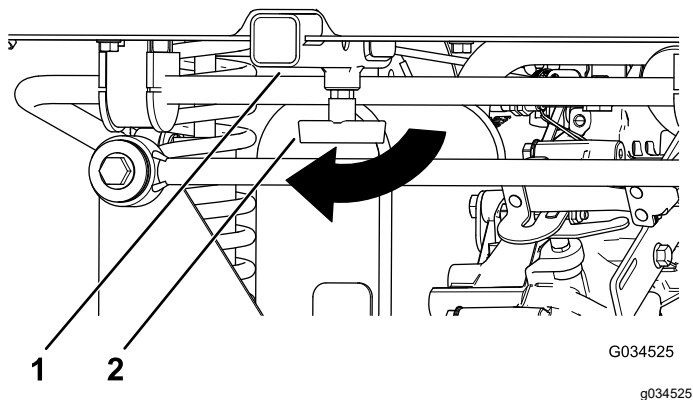

图 19
1. 顺时针旋转“T”形手柄松开手柄图 19。
2. 将配件插入接收器直至孔对齐图 19。